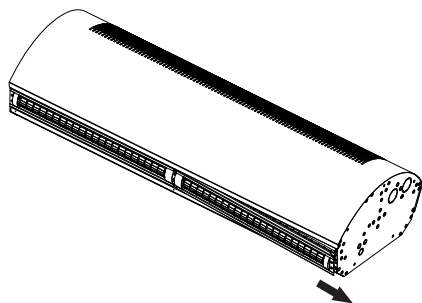

Рисунок 12.
- Переместить его в сторону винтов на 10-15 мм (см. рисунок 12).